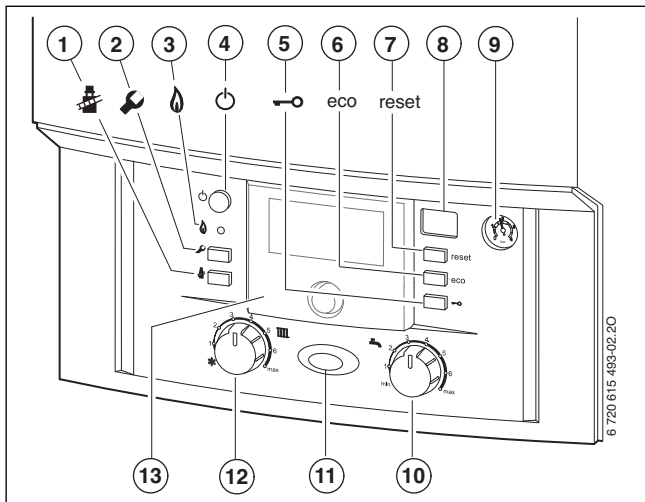

Fig. 9
- régulateur en fonction des intempéries installé dans l'appareil, → fig. 9, [13], page 22. Il en résulte une extension des éléments de commande de l'appareil.